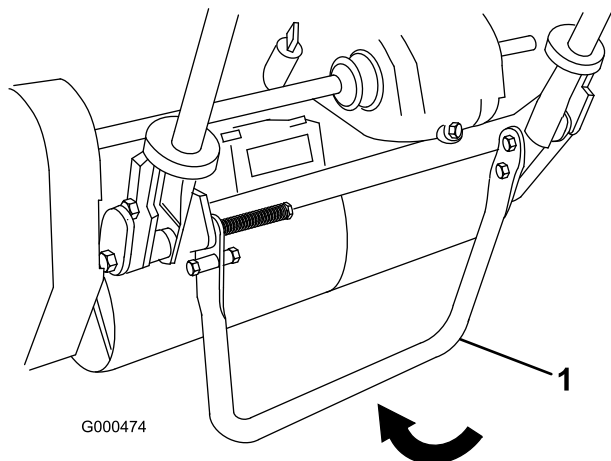

図 18
1. キック・スタンドを立てる（スタンドを足で下げながらハンドルを持ち上げる；図 18）。